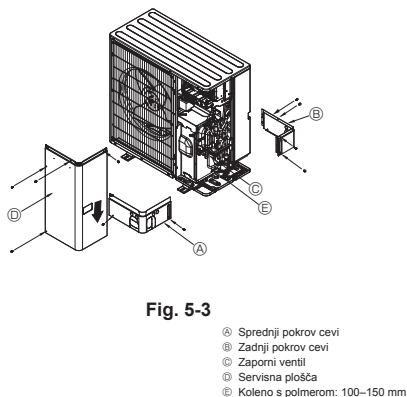

Fig. 5-3
5.3. Napeljava hladiva (Fig. 5-3)